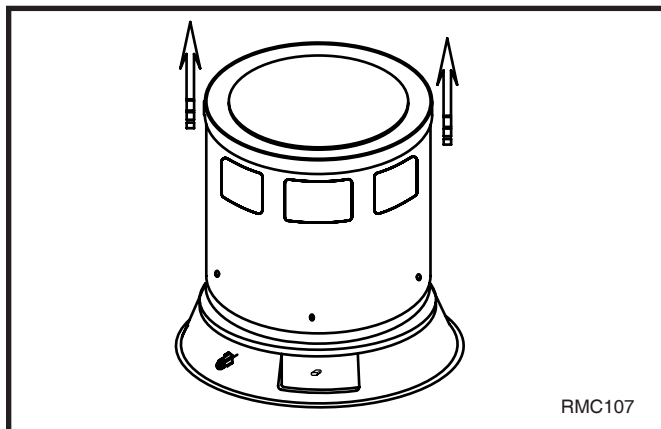

Fig. 2 Levante el conjunto superior de la carcasa para separarlo de la sección inferior.
3. Levante el conjunto superior de la carcasa para separarlo de la sección inferior. LPC80/200 (Fig. 2)